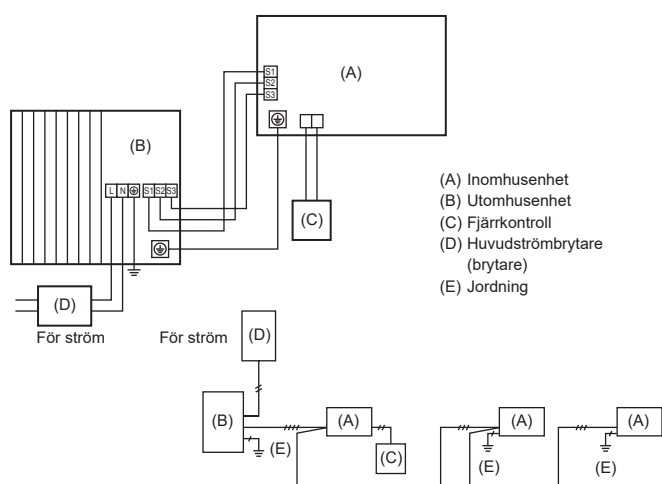

Fig. 6-1
6.1. Utomhusenhet (Fig. 6-1, Fig. 6-2)
- (1) Ta bort servicepanelen.
- (2) Hänvisa till Fig. 6-1 och Fig. 6-2 när kablarna dras.